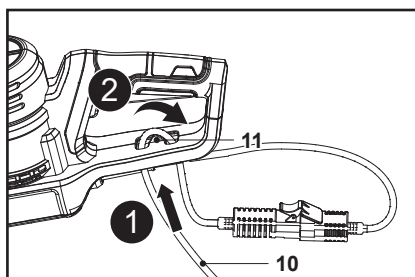

Fig. 3
2. Dobre o cabo de alimentação (10) para trás, a cerca de 20 cm da tomada, e introduza o laço pelo orifício do retentor de cabo (11) e pendure-o no gancho (Fig. 3, passos 1 e 2).